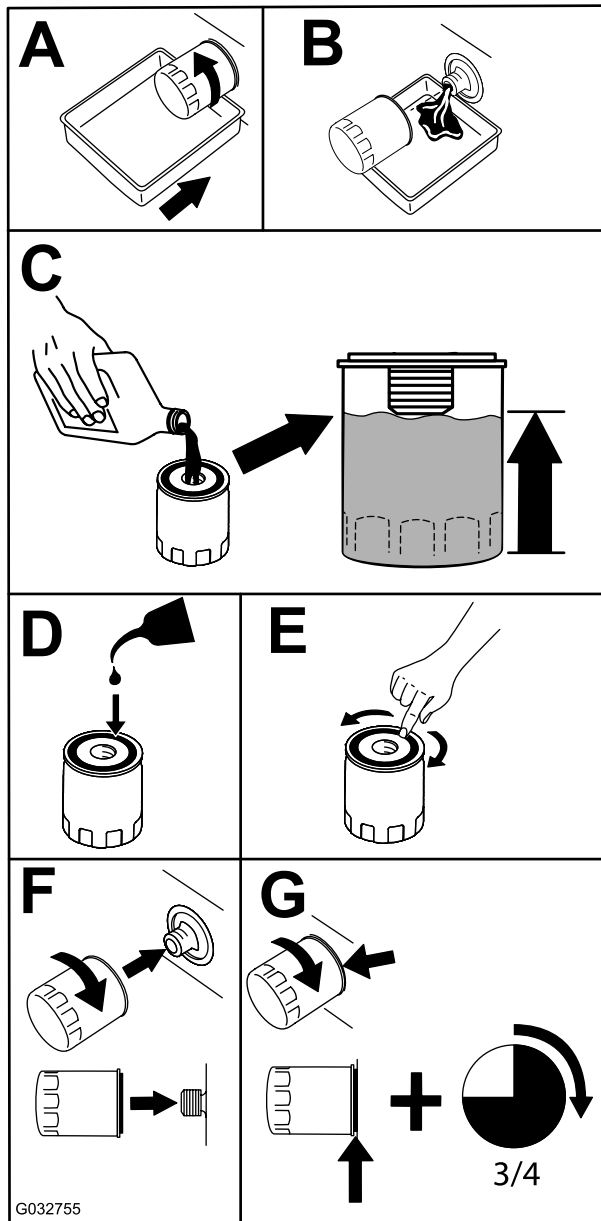

Figura 42
2. Înlocuiți filtrul de ulei de motor (Figura 42).